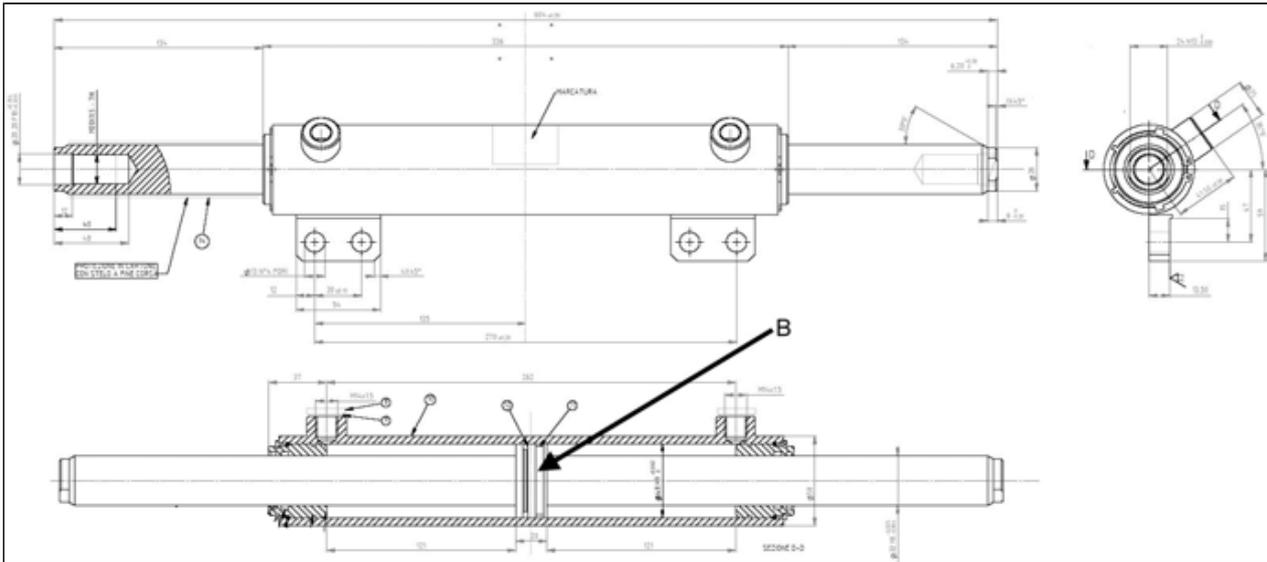
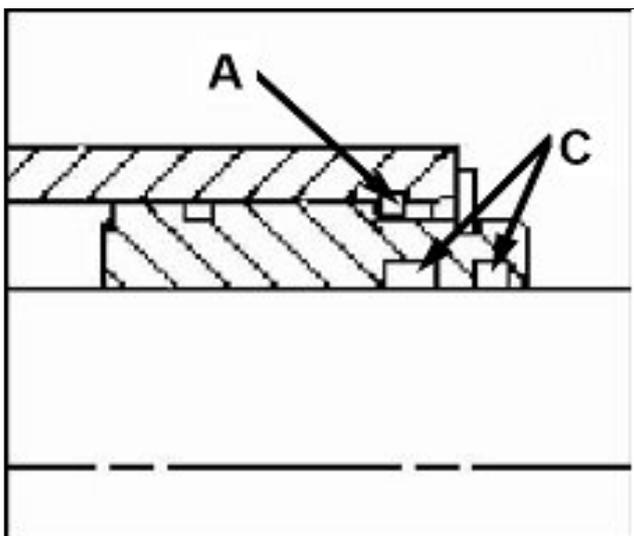

Fig.94
Fig.95
Nel caso in cui si riscontrino dei trafileamenti e/o perdite di olio sul cilindro di sterzo, il cui complessivo è riportato in Fig.94, si può procedere con la sostituzione delle tenute interne con l'apposito "kit guarnizioni", che comprende tutte le guarnizioni e le tenute necessarie per la revisione.
- togliere il seeger, spostare all'interno la culatta e togliere l'anello di fermo della culatta, avvalendosi dell'aiuto di un paio di pinze (vedi Fig.95 part. **A**);
Nel caso di problemi sulla direzionalità del cilindro è necessario sostituire le tenute **B** di Fig.94, mentre nel caso si verificano trafileamenti di olio sull'esterno del cilindro o sullo stelo, è necessario sostituire le tenute **C** di Fig.95.